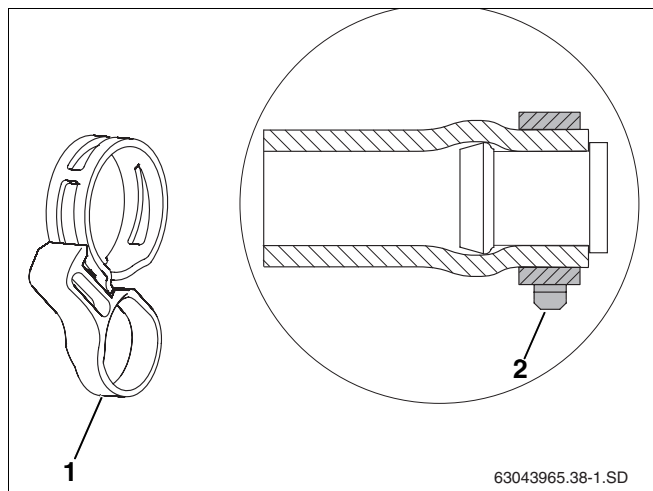

Fig. 36 Bride du compensateur avec anneau de fixation et montée sur le bouchon plein prémonté
- Il est impératif de garantir la position correcte de la bride du compensateur avant de retirer l'anneau de sécurité (fig. 36, pos. 1) (fig. 36, pos. 2). Le détacher ultérieurement avec des pinces risque d'entraver la capacité de serrage.